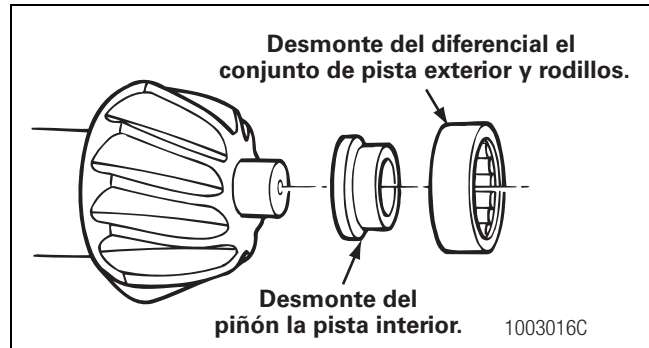

Figura 3.34
10. Si los cojinetes de espiga son conjuntos de dos piezas, desmonte del piñón la pista interior con un extractor de cojinetes. Desmonte del portadiferencial el conjunto de pista exterior y rodillos con un punzón o una prensa. Figura 3.34.